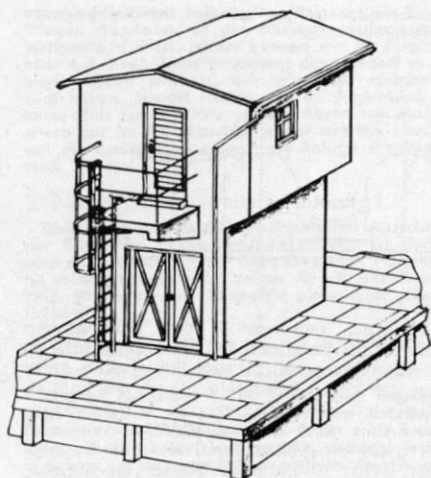

Abb. 3. Perspektivische Übersichtsskizze; im oberen Gebäudeteil befindet sich in Wirklichkeit der Aufzugsmechanismus.
Abb. 3. Größenvergleich zwischen deutschen und amerikanischen Loks. Weiße Flächen: BR 010 (O); schraffiert: normale US-2'CI' (USRA); schwarz: „Big Boy“ der „Union Pacific“.